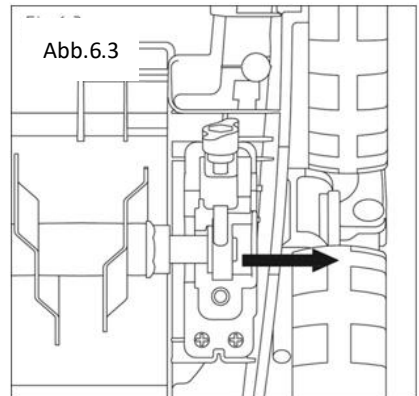

Abb.6.4
#### 43. Utilisation du rouleau scarificateur (Fig.6.4)
- Tirez sur le système de lames d'origine pour le dégager du corps de la machine (Fig. 6.4).